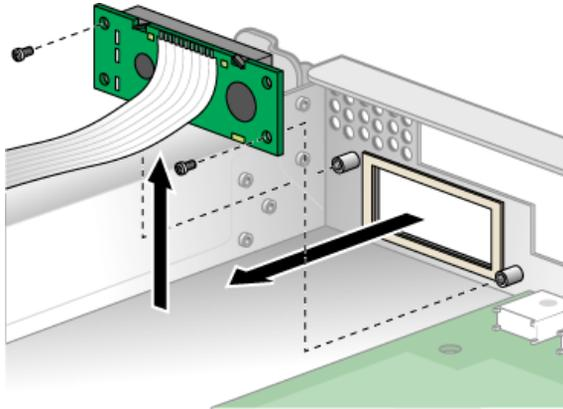

FIGURE 3-16 Retrait de l'écran LCD
3. Retirez les deux vis qui fixent l'écran LCD au panneau frontal (voir FIGURE 3-16).